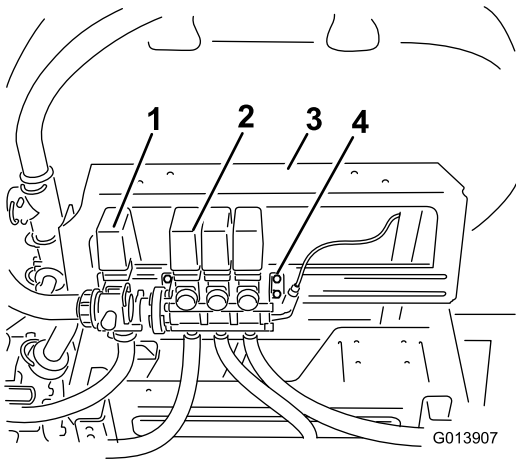

Figura 3
1. Afloje, pero no retire, los pernos que sujetan el conjunto de válvulas de los brazos al soporte de montaje (Figura 3).